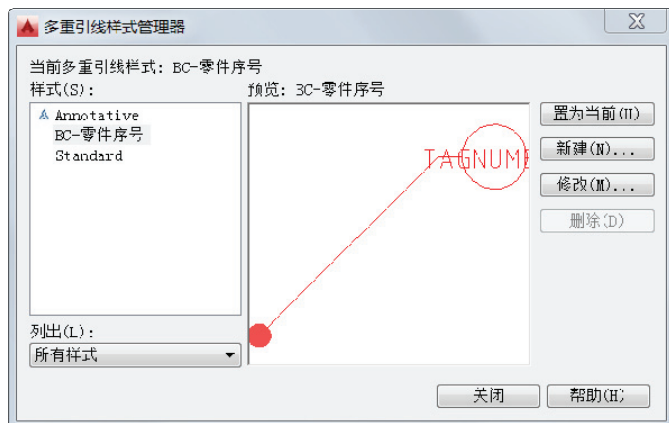

图 5-61 “多重引线样式管理器”对话框
7) 在“修改多重引线样式”对话框中单击“确定”按钮。返回到“多重引线样式管理器”对话框,如图 5-61 所示,新创建的“BC-零件序号”多重引线样式出现在“样式”列表框中(当列出所有样式时)。